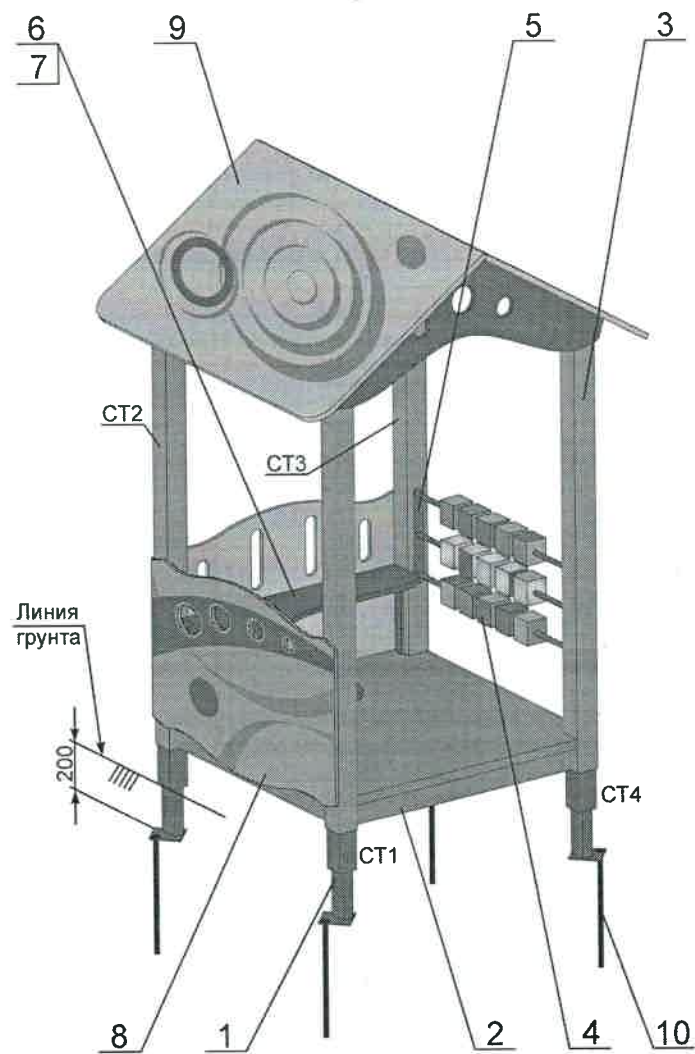

Рисунок 1 - Общий вид изделия
4.1 В состав изделия входят следующие элементы, перечисленные в порядке номеров позиций (шт.) – см. рисунок 1 (с.12):